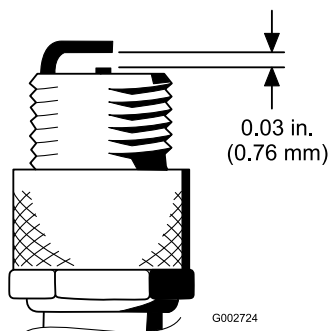

Figura 28
4. Lăsați o distanță de 0,76 mm între electrodul central și electrozii laterali; consultați Figura 28. Montați bujia cu distanțare corectă cu garnitura de etanare și strângeți bujia la un cuplu de 23 Nm. Dacă nu utilizați o cheie dinamometrică, strângeți bujia ferm.